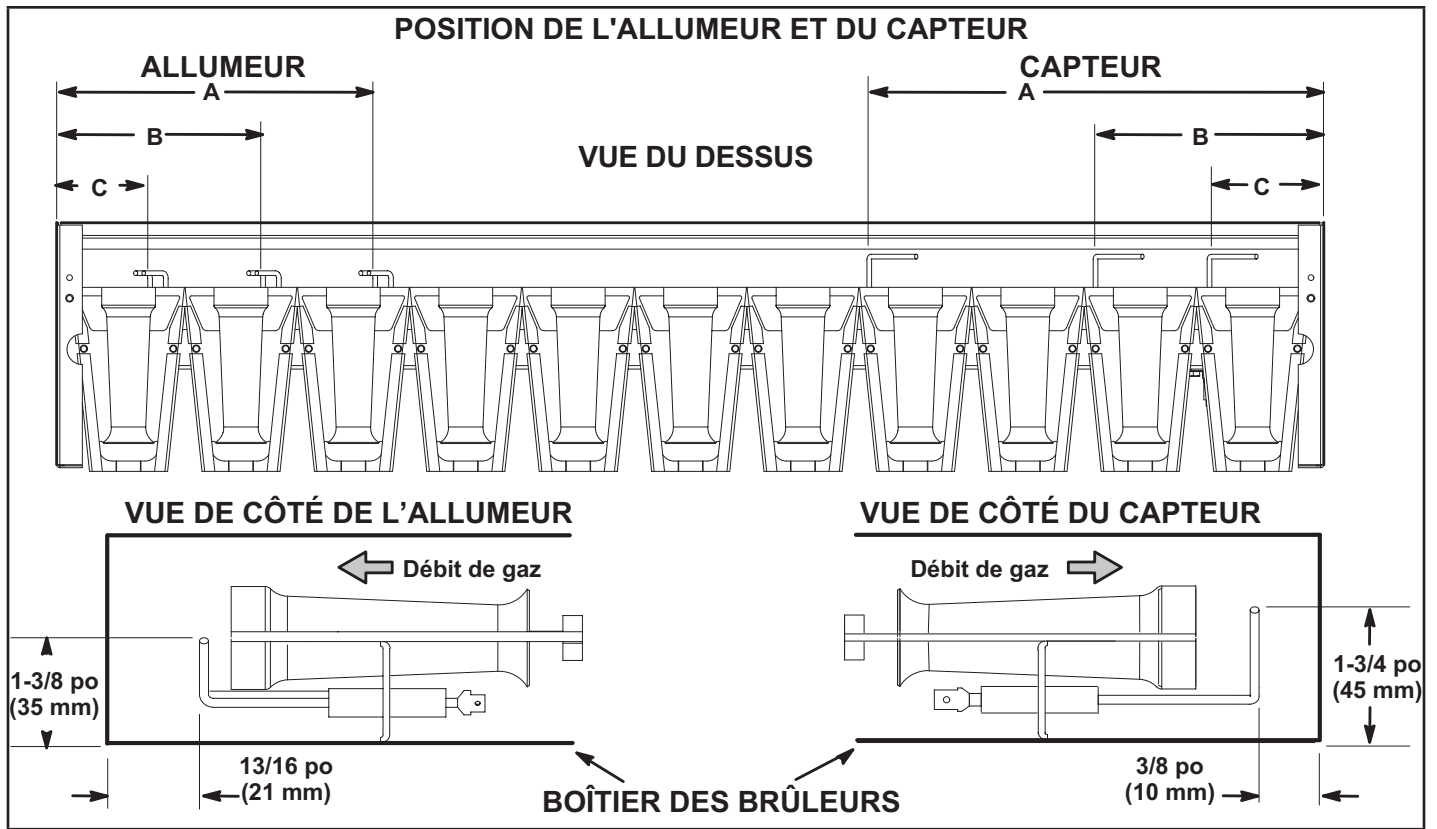

FIGURE 39
- 5 - Vérifier l'alignement de l'allumeur et du capteur comme indiqué à la FIGURE 39 et au TABLEAU 22.